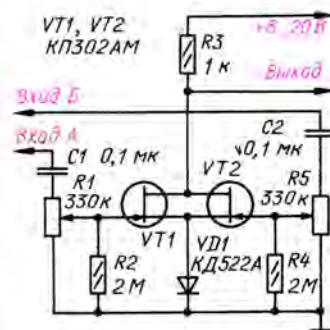

Рис. 5
В качестве примера практического применения описанного режима линейного усиления на рис. 5 изображена схема двухканального смесителя сигналов ЗЧ; вообще же число каналов ничем не лимитировано и может быть любым. Сопротивление резистора R_3 определяют по формуле (1), в которую вместо I_0 подставляют $I_{0дп}$, где p — число каналов.